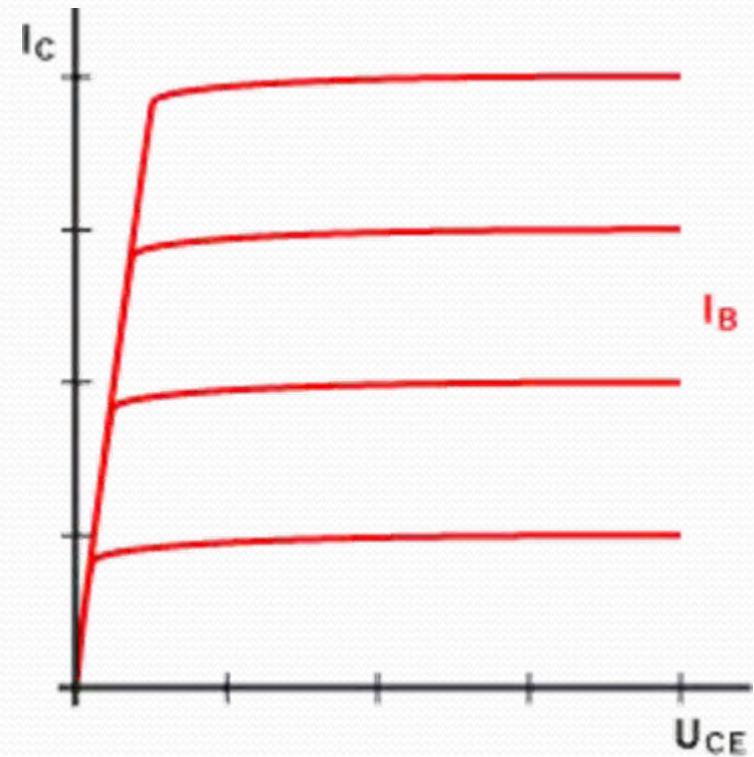

Abb. 18
- Abb. 18: <http://www.elektronik-kompndium.de/sites/bau/diagramm/02031113.gif>